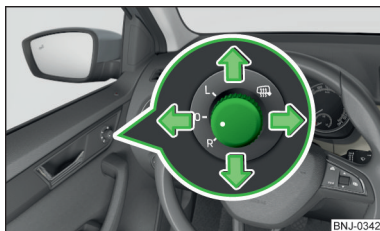

Fig. 68
- Para el **ajuste** del área del espejo mover el botón giratorio en el sentido de las flechas » **fig. 68**.
El botón giratorio para el espejo ajustable eléctricamente se puede mover en las posiciones siguientes » **fig. 68**.